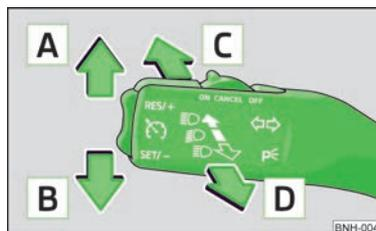

Fig. 21
- » Tirar de la palanca del intermitente » fig. 21 de la página 36 hacia el volante y, al mismo tiempo, desplazar hacia abajo y mantener en esta posición.
- » Tirar de la palanca del intermitente » fig. 21 de la página 36 hacia el volante y, al mismo tiempo, desplazar hacia arriba y mantener en esta posición.
- Presionar la palanca » fig. 21 hacia arriba **A** o hacia abajo **B**.
- Empujar la palanca » fig. 21 hacia adelante en la dirección de la flecha **C**.
- Tirar de la palanca » fig. 21 hacia el volante (posición de suspensión elástica) en la dirección de la flecha **D**.
- Presionar la palanca de intermitentes » fig. 21 de la página 36 hacia arriba o hacia abajo; se conectará la luz de posición en el lado derecho o izquierdo del vehículo.